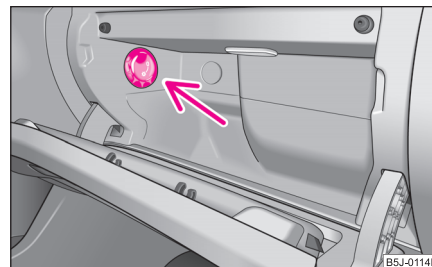

Fig. 80 Torpedoul: Răcirea
- Porniți, respectiv opriți răcirea de la întrerupătorul ⇒ fig. 80.